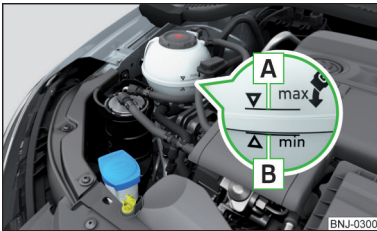

Fig. 261
**Verificarea nivelului lichidului de răcire** - lichidul de răcire trebuie să se situeze între marcasele **A** și **B** » fig. 261. Dacă nivelul lichidului de răcire se află sub marcajul **B**, completați lichidul de răcire.
**Specificația** lichidului de răcire este menționată pe vasul de expansiune a lichidului de răcire » fig. 261.
■ Nu adăugați lichid de răcire deasupra marcajului **A** » fig. 261. Lichidul de răcire ar putea fi împins din sistemul de răcire, atunci când se încălzește - există pericolul de deteriorare a pieselor din compartimentul motor.